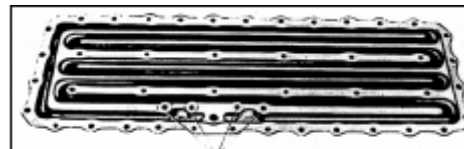

РИС. 131
- 3) Соберите две половинки радиатора теплообменника, прикрепив прокладку и уплотнительную шайбу для впускного и выпускного отверстий между ними, как показано, и закрутите болты с граверами. Не затягивайте до конца винты на этой стадии (рис. 131).